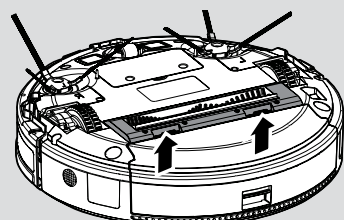

Fig. 22
2. Draai de Robot om. **[Fig. 22]**